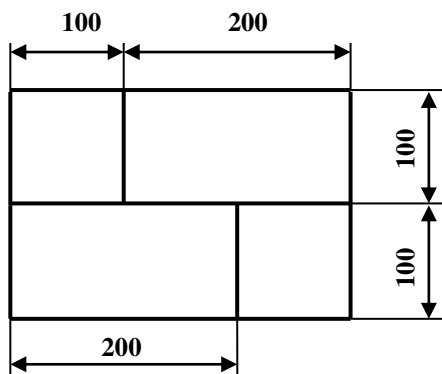

рис. 3
Текст задания : *Выполните сборку четырех пластин под сварку на прихватках ручной дуговой сваркой покрытыми электродами согласно рис. 3*
1. На листе (материал: ст3 сп ГОСТ380) толщиной 3 мм разметьте четыре пластины в размеры, указанные на рис.3
5. Поочередно соберите пластины (как показано на рис.3). Тип соединения С2 ГОСТ 5264.